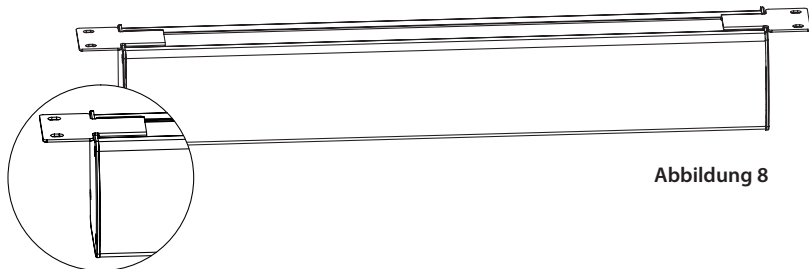

Abbildung 8
1. Schieben Sie die Montageplatten auf der Oberseite des Leinwandgehäuses (a) nach außen. (siehe **Abb. 8**)